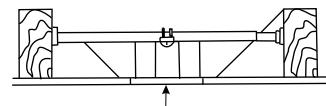

Fig. 4
**NOTA:** Según la ubicación escogida para la instalación, quizás deba comprar e instalar un "colgante para viga" para colocar la caja tomacorriente. Asegúrese de que el colgante para viga que compre esté diseñado para usarse con ventiladores de techo (**Fig. 4**).